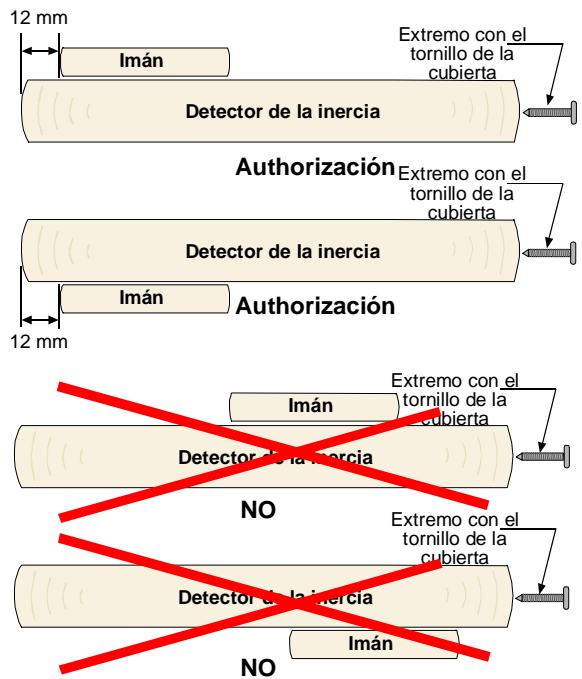

Figura 1 - Consideraciones de instalación
Tenga en cuenta que el ensamblaje del imán **se debe** montar con una orientación correcta, tal como se muestra en la Figura 1.
- Coloque la Placa de la base del imán sobre la posición deseada. Asegúrese de seguir las consideraciones de instalación que indica la Figura 1.